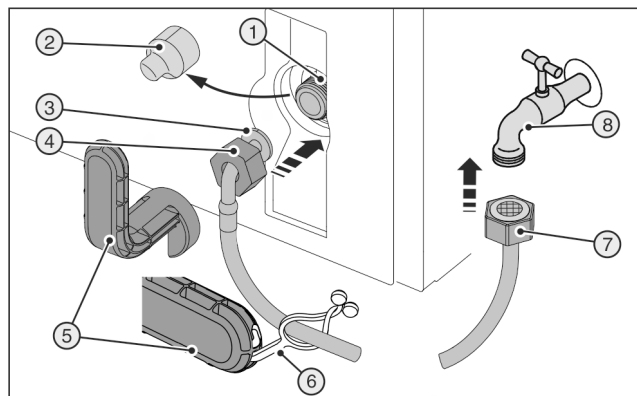
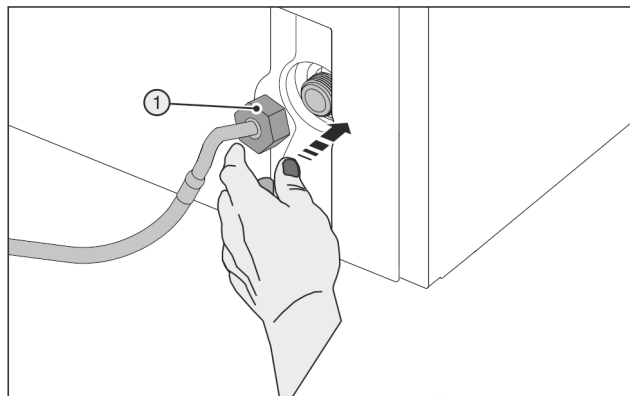

Fig. 45
Fig. 46
¡Rotura de una herramienta auxiliar Fig. 45 (5)!
- Utilice la herramienta auxiliar Fig. 45 (5) exclusivamente a temperatura ambiente.
- Retire la cubierta Fig. 45 (2).
- Se ha facilitado el montaje: coloque el extremo recto de la manguera Fig. 45 (7) hacia la izquierda sobre el suelo.
- Deslice la tuerca Fig. 45 (4) sobre el extremo de manguera acodado Fig. 45 (3) hasta el final y sujétela.
- Coloque la tuerca Fig. 46 (1) con cuidado y atorníllela en la rosca con los dos dedos hasta lograr un asiento seguro.
- Apriete la tuerca Fig. 46 (1) con la herramienta auxiliar Fig. 45 (5) en el sentido de las agujas del reloj hasta que se alcance el par máximo y la herramienta auxiliar Fig. 45 (5) sobregire.
- Atornille la tuerca Fig. 45 (7) en el grifo de cierre Fig. 45 (8).
- Apriete la tuerca Fig. 45 (7) con la herramienta auxiliar Fig. 45 (5) en el sentido de las agujas del reloj hasta que se alcance el par máximo y la herramienta auxiliar Fig. 45 (5) sobregire.
- Abra el grifo de cierre Fig. 45 (8) de la alimentación de agua y compruebe la estanqueidad de todo el sistema de agua.
- Enganche la lengüeta Fig. 45 (6) en la herramienta auxiliar Fig. 45 (5) y fíjela en la manguera de acero inoxidable para su conservación.